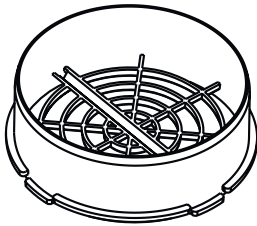

Fig.7
4. Pe adaptor (fig.7) aplicați materialul de etanșare și îmbrăcați pe el conducta de evacuare.